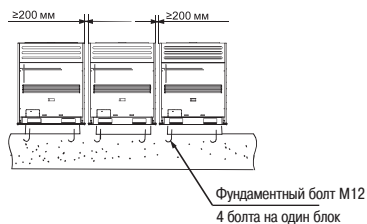

Рис. 4-4
- Между наружными блоками оставляйте промежуток 100 мм, как показано на рис. 4-4.